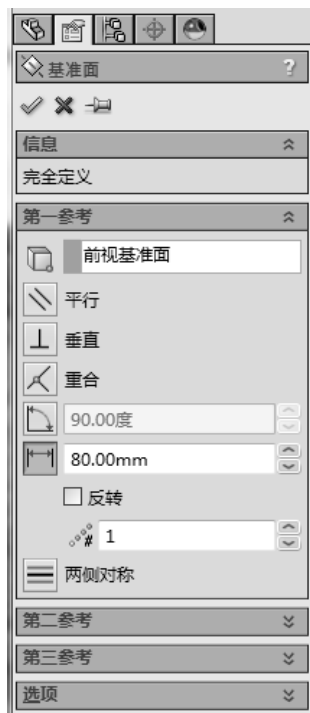

图 9-41 基准面属性设置
- [2] 设置基准面属性，在“第一参考”中选择“前视基准面”，【偏移距离】输入“80.00mm”，如图 9-41 所示。